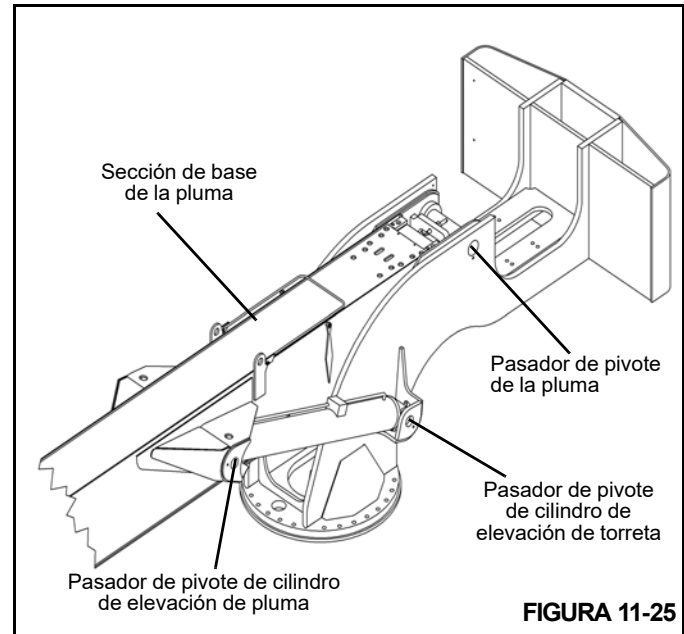

FIGURA 11-25
4. Instale el pasador de pivote de la pluma (Figura 11-25).